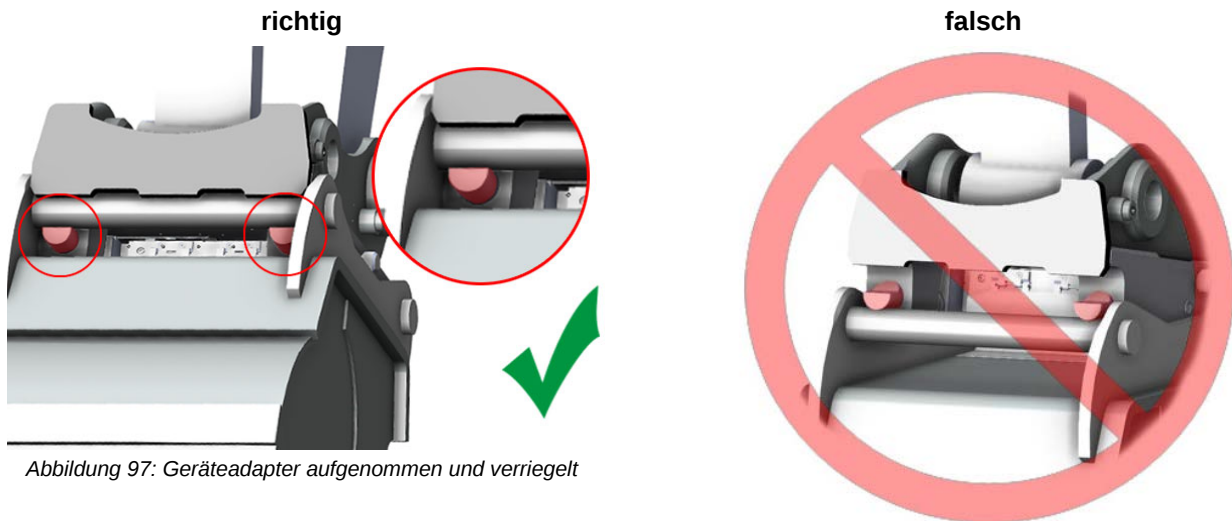

Abbildung 97: Geräteadapter aufgenommen und verriegelt
- ✓ Die Riegelbolzen befinden sich unter der zu verriegelnden Achse des Geräteadapters, siehe *Abbildung 97*.